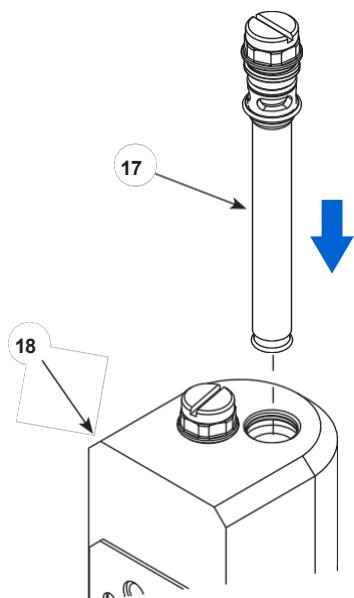

图 26 将 流体管紧固到歧管中
5. 见图 26。将组装好的流化管 (17) 插入清洗歧管 (18) 顶部。将管子与 歧管 紧密配合。